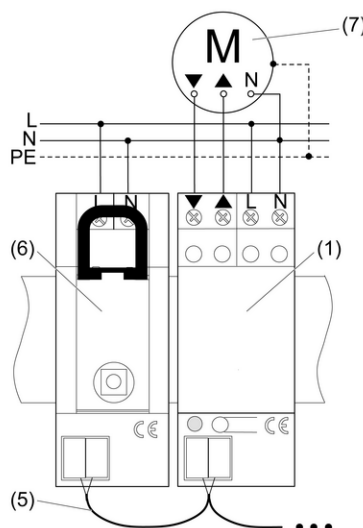

Figure 2
- Monter l'actionneur de store (1) sur le rail profilé.
- Raccorder l'actionneur de store conformément au plan de raccordement (figure 2) et le relier au moteur de store ou de volets roulants (7)
- Relier l'actionneur de store à la borne de raccordement (4) via un câble bus avec le récepteur radio REG (6) ou avec d'autres acteurs radio.